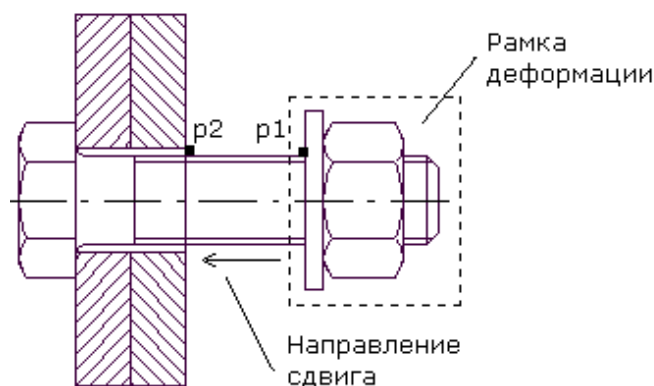

Рис. 3.3. Деформация сдвигом. Задание базовых элементов
3. В ответ на запрос системы **Укажите базовую точку для сдвига** с помощью привязки **Ближайшая точка** укажите точку P_1 на теле болта (рис. 3.3).